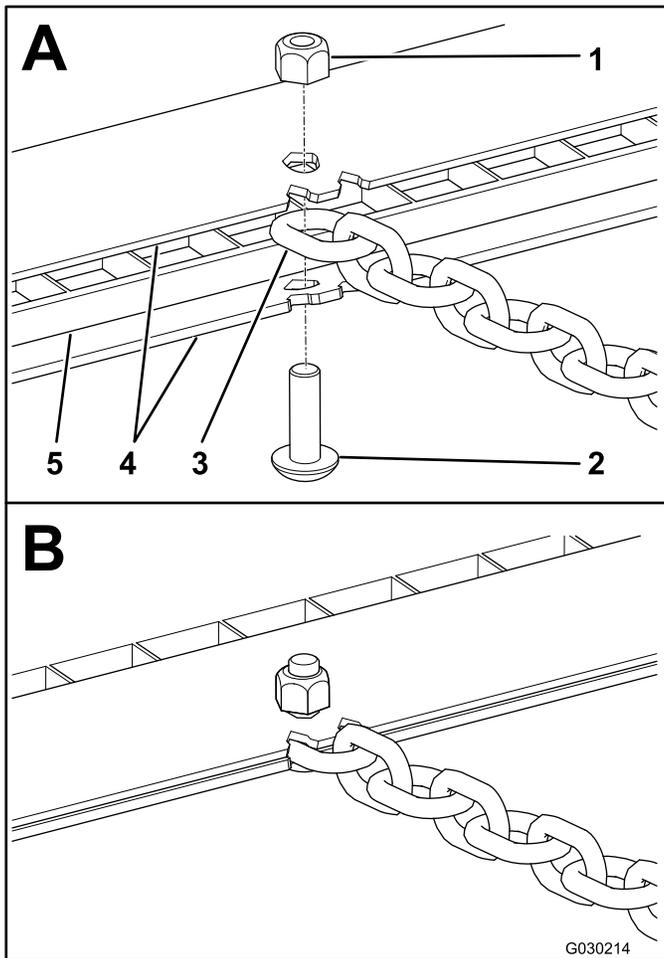

Figura 6
3. Instale la cadena entre los soportes de la estera niveladora con un tornillo (5/16" x 1") y una contratuerca (5/16"), según se muestra en Figura 6.
3. Instale cada cadena entre los soportes de la estera niveladora con un tornillo (5/16" x 1") y una contratuerca (5/16"), según se muestra en Figura 6.